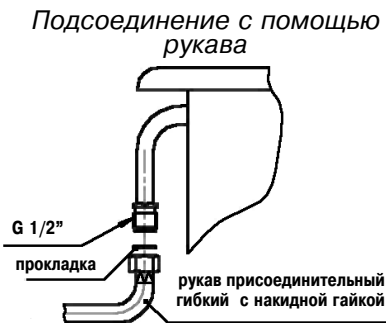

Рис. 5
6.6 Плита имеет присоединительную резьбу G 1/2". Подсоединение к газовой магистрали производится по схеме рис. 5,6.